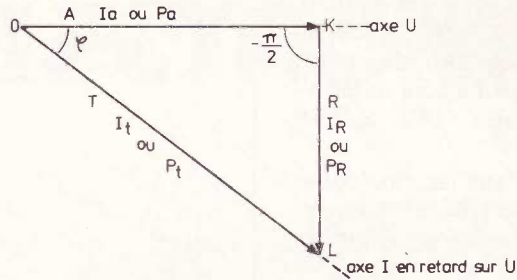

Fig. 6
- L'angle de déphasage  $\varphi$  est déterminé par la composition géométrique de la figure 6. On obtient le vecteur **OL** qui représente soit :